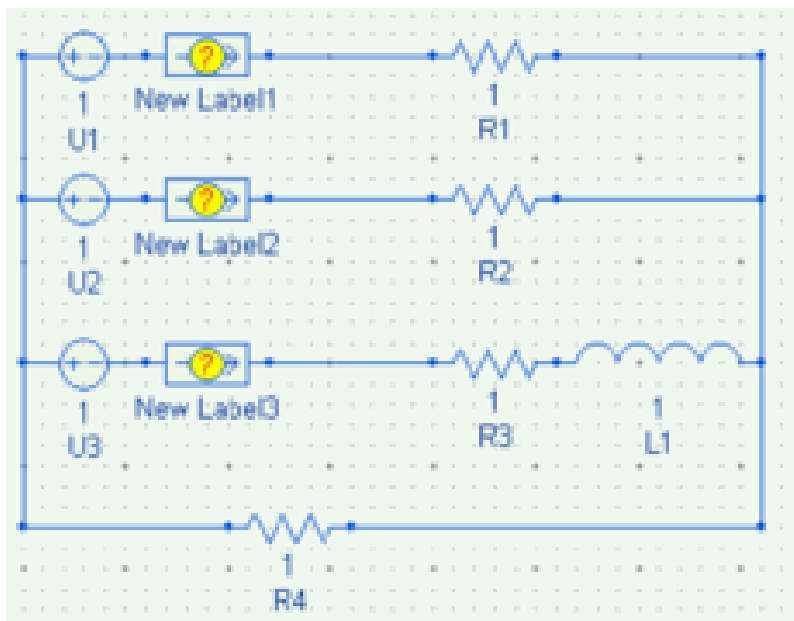

Рис. 4.3
В итоге у нас должна получиться электрическая цепь показанная на рис. 4.3
3. Далее необходимо на каждом элементе данной электрической цепи (Рис. 4.3.) задать физические свойства из условия задачи. и привязать их к нашей модели (Рис. 4.2).